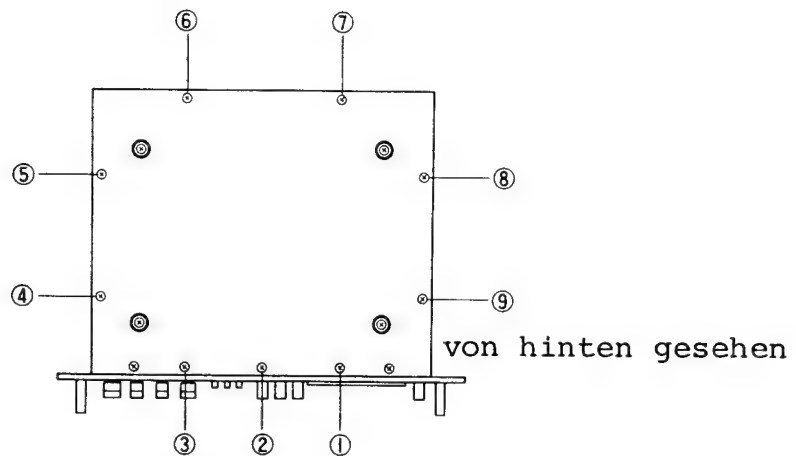

Abb. 1
Entfernen Sie die Schrauben①--⑨ (Gewinde 3 x 8), wie in Abb. 1 dargestellt, dann kann die Bodenplatte abgenommen werden. Hierbei kann der Musterteil überprüft werden.